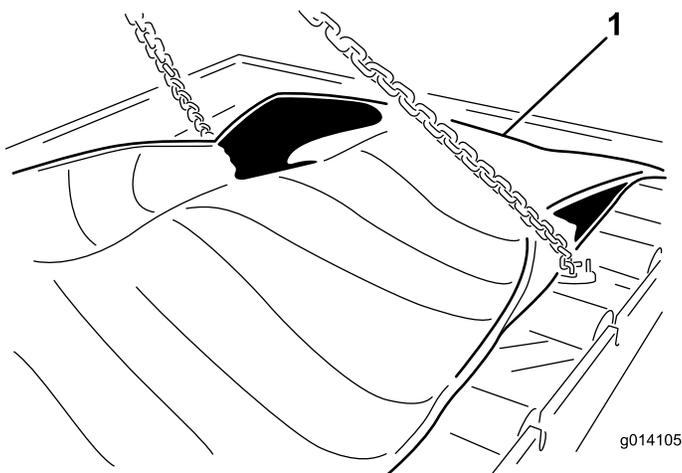

Рисунок 48
23. Выверните 24 болта, чтобы освободить съемный блок (Рисунок 48).